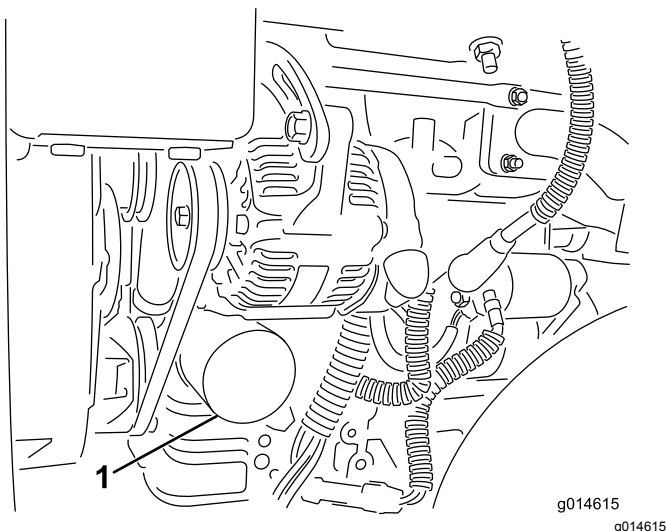

Рисунок 27
2. Извлеките масляный фильтр (Рисунок 27). Нанесите тонкий слой чистого масла на новую прокладку фильтра.